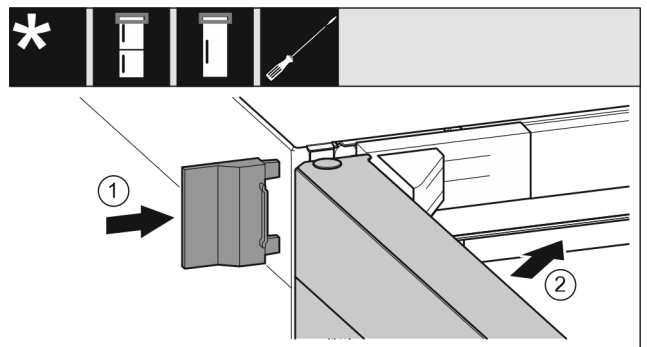

Fig. 22
- ▶ Tolja fel a külső fedelet Fig. 22 (1).
- ▶ Csukja be a felső ajtót Fig. 22 (2).